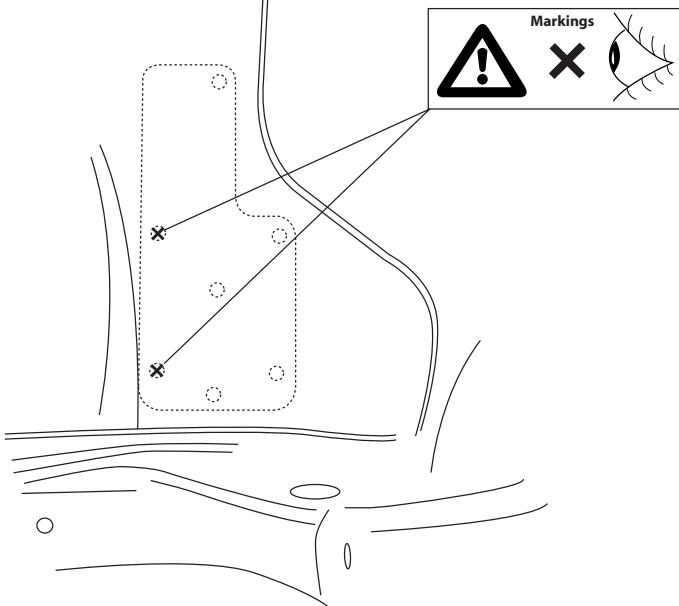

Fig.3
- Просверлить отверстия X из багажного отсека диаметром 10,5 мм. См. рисунок 3.